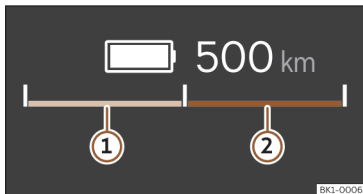

Fig. 21 En el quadre d'instruments digital: indicador de potència (representació esquemàtica).
Mitjançant la barra dividida per la meitat, l'indicador de potència mostra permanentment la disponibilitat de recuperació de l'energia de frenada >>> **fig. 21 ①** (verd) al costat esquerre i la disponibilitat de propulsió >>> **fig. 21 ②** (blau) al costat dret.